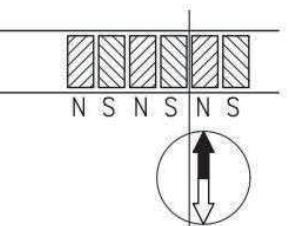

图 8: 极位的确定, 切割磁条
- 如果有必要，使用罗盘针确定磁条上磁极的位置（见图 8）。